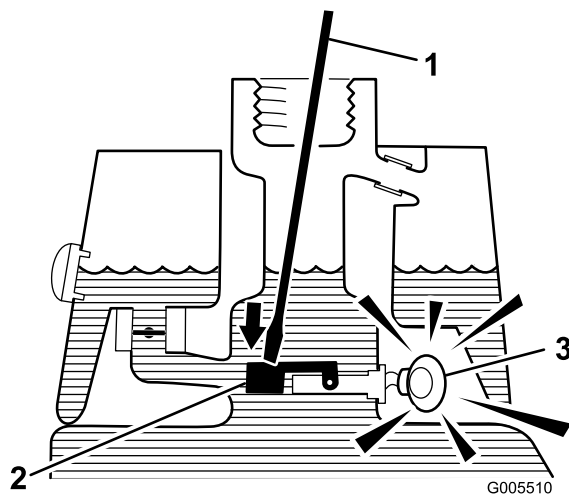

Figura 30
3. Inserite nel collo del serbatoio un'asta o un cacciavite puliti, e premete con cautela l'interruttore galleggiante (Figura 30). Dopo un secondo dovrebbe scattare l'allarme.